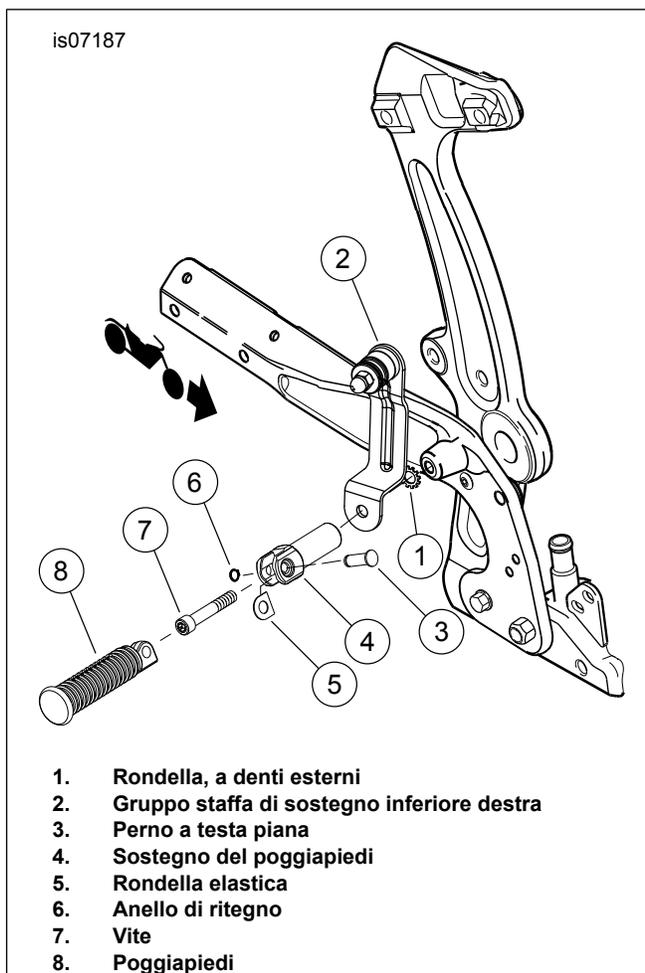
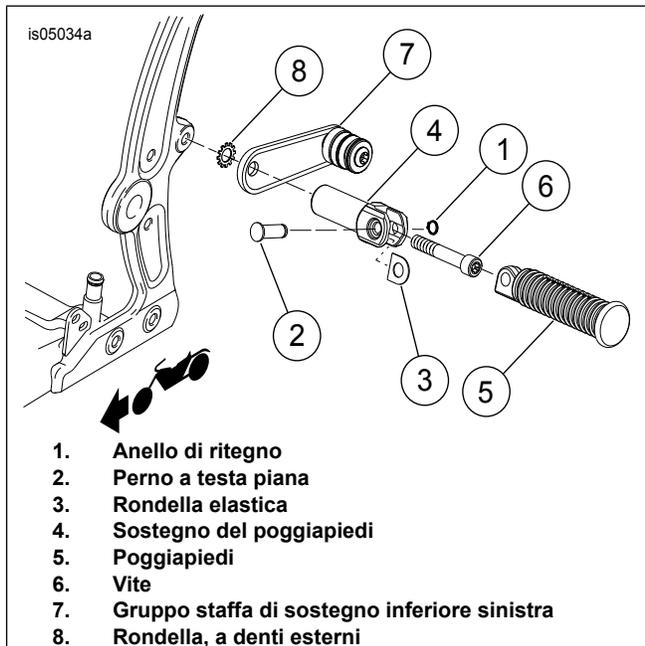

Figura 4. Gruppo staffa di sostegno inferiore destra
Figura 5. Gruppo staffa di sostegno inferiore sinistra
1. Modelli FXS: Vedere Figura 4 o Figura 5. Sul lato destro della motocicletta, rimuovere il poggiatesta del passeggero (8), l'anello di ritegno (6), il perno a testa piana (3) e la rondella elastica (5).